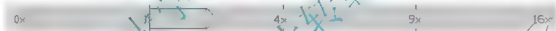

图 6.53 视点距离滑动条
(3) 在输入选项[相机(CA)/目标(TA)/距离(D)/点(PO)/平移(PA)/缩放(Z)/扭曲(TW)/剪裁(CL)/隐藏(H)/关(O)/放弃(U)]: 提示下, 输入“d”以选择【距离】选项, 表示将改变视点和目标对象的距离, 此时绘图区域上方出现一个表示视点距离的滑动条, 如图 6.53 所示。